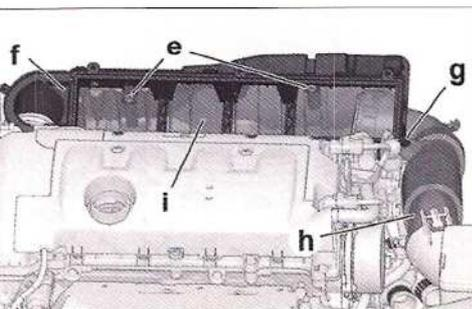

FIG. 33B
Desmontar las fijaciones (E) y caja del filtro de aire (f) (Fig.33B).